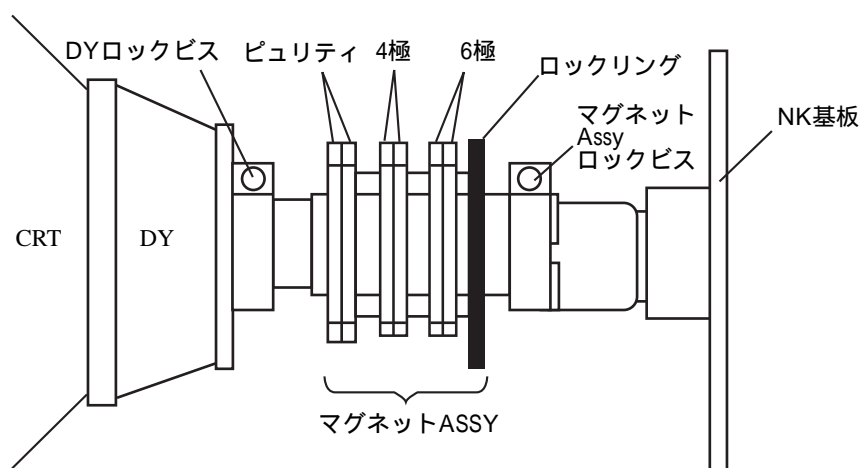

図1-4
(4) 各マグネットの構成は図1-4のようになっています。
調整でマグネットをずらした場合は、図1-4で示す位置
- (4) 調整後は、ロックリング(図1-4参照)で各マグネットを固定します。